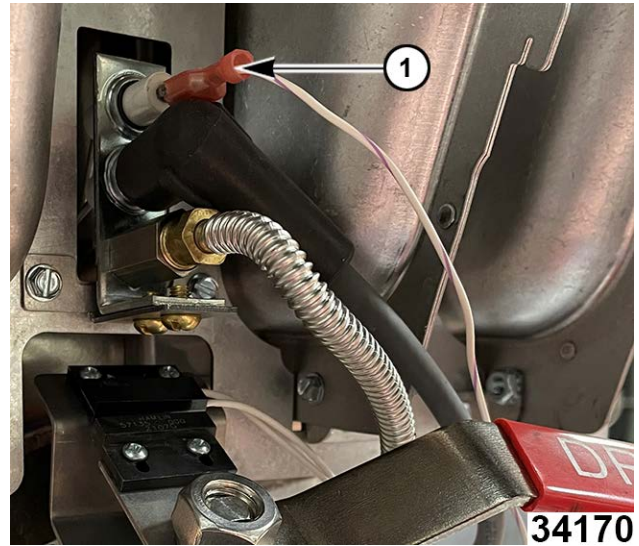

Fig. 9
2. Remove flame sense wire (1, Fig. 9).